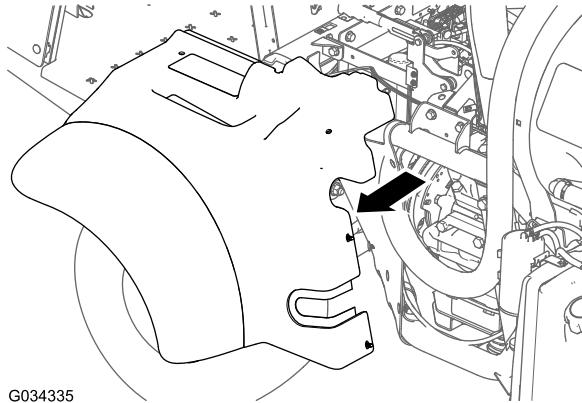

Figure 4
3. Soulevez la base du siège et l'aile pour pour les détacher du frein de stationnement et les déposer de la machine (Figure 4).